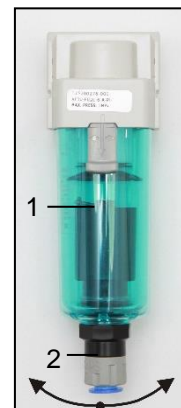

Rys. 14
Wyłączenie sprężarki w celu naprawy lub innego powodu odbywa się za pomocą przełącznika ciśnienia (1), poprzez obrócenie przełącznika (2) do pozycji „0” i **wyciągnięcie wtyczki z gniazda sieciowego**. W ten sposób kompresor zostaje odłączony od źródła zasilania. Następnie otwórz zawór spustowy wody (rys. 14), aby obniżyć ciśnienie w zbiorniku powietrza do zera.
#### Sprężarki (rys. 14)
Jeśli sprężarka nie będzie używana przez dłuższy czas, należy spuścić cały kondensat ze zbiornika powietrza. Następnie włączyć sprężarkę na 10 minut, utrzymując zawór spustowy otwarty (1) (Rys. 14). Wyłączyć sprężarkę za pomocą przełącznika (2) na przełączniku ciśnieniowym (1) (rys. 13), zamknąć zawór spustowy i odłączyć urządzenie od sieci elektrycznej.
- Obniż ciśnienie powietrza w zbiorniku ciśnieniowym przez otwarcie zaworu spustowego (1) (rys. 14).